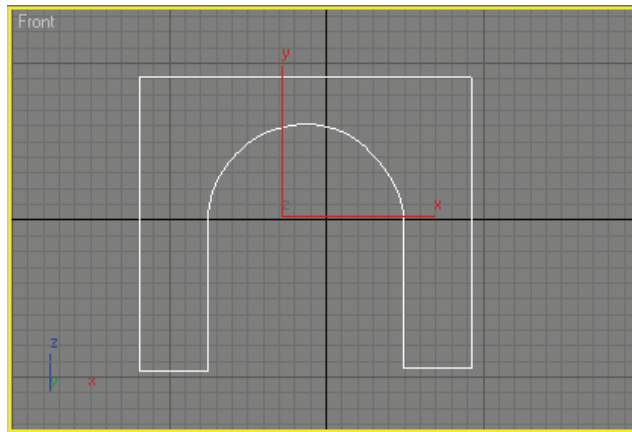

Рис. 3.44. Подготовленное для выдавливания сечение арки
1. Выделите сплайн (рис. 3.44).
1. Выделите объект-сплайн, как показано на рис. 3.44.